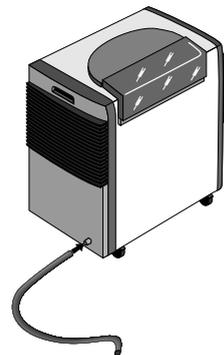

Abb. 3
4. An der Gerätetür befindet sich eine Öffnung zum Durchführen des Schlauches (Abb. 3).